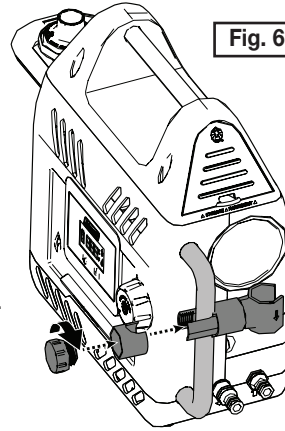

Fig. 6
2. Instale el brazo de la ducha en la barra del calentador y gire la perilla de ajuste para apretarlo. (Fig. 6)